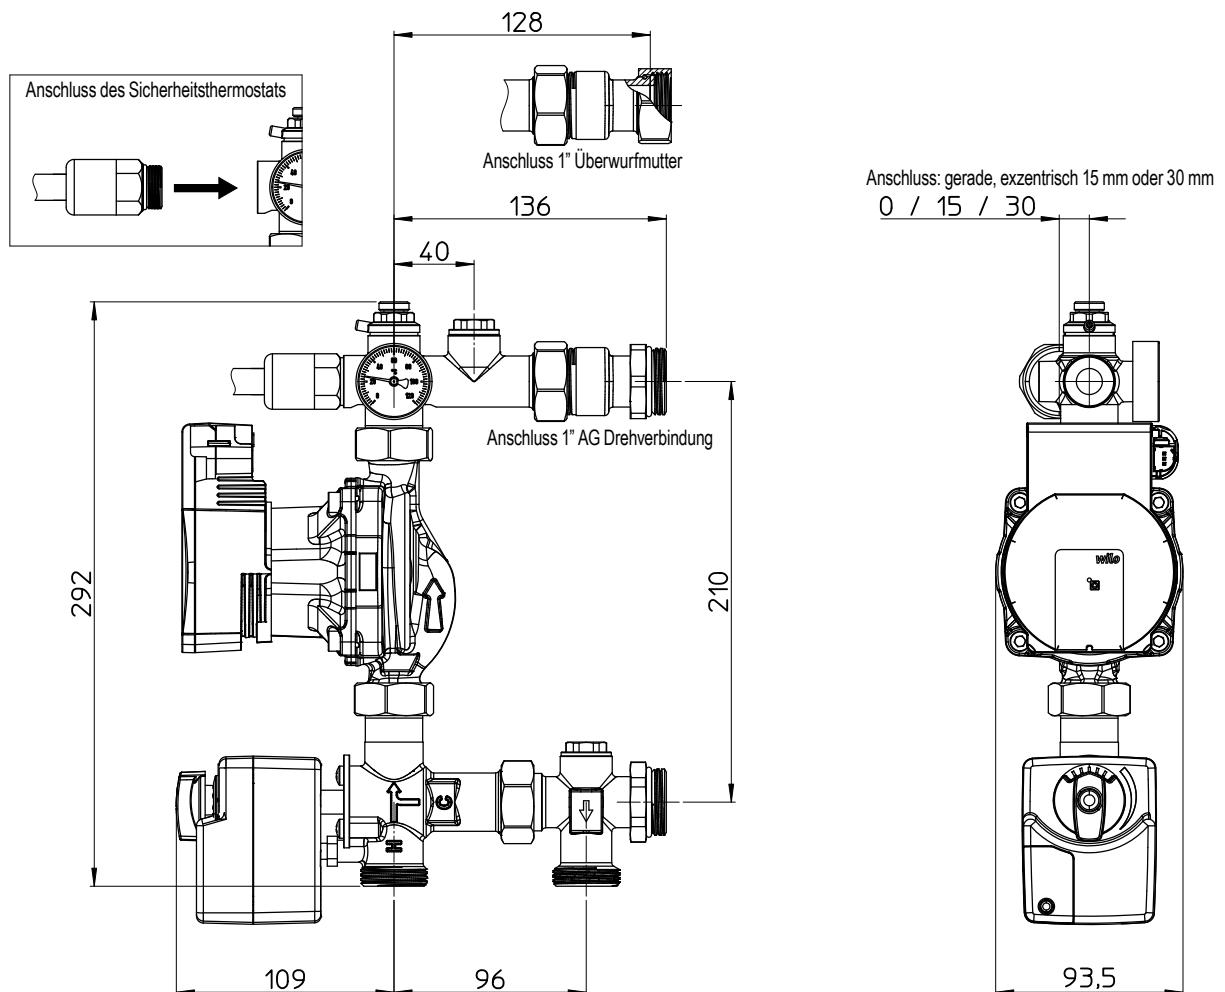

Abb.3: Dimensions- und Zwischenachsenschema
- ✓ Es ist notwendig, den Sicherheitsthermostat zu verschrauben und für die Verdrahtung gemäß der Abb. 3 zu sorgen, wobei die Angaben im Abschnitt "Verdrahtung" zu beachten sind;